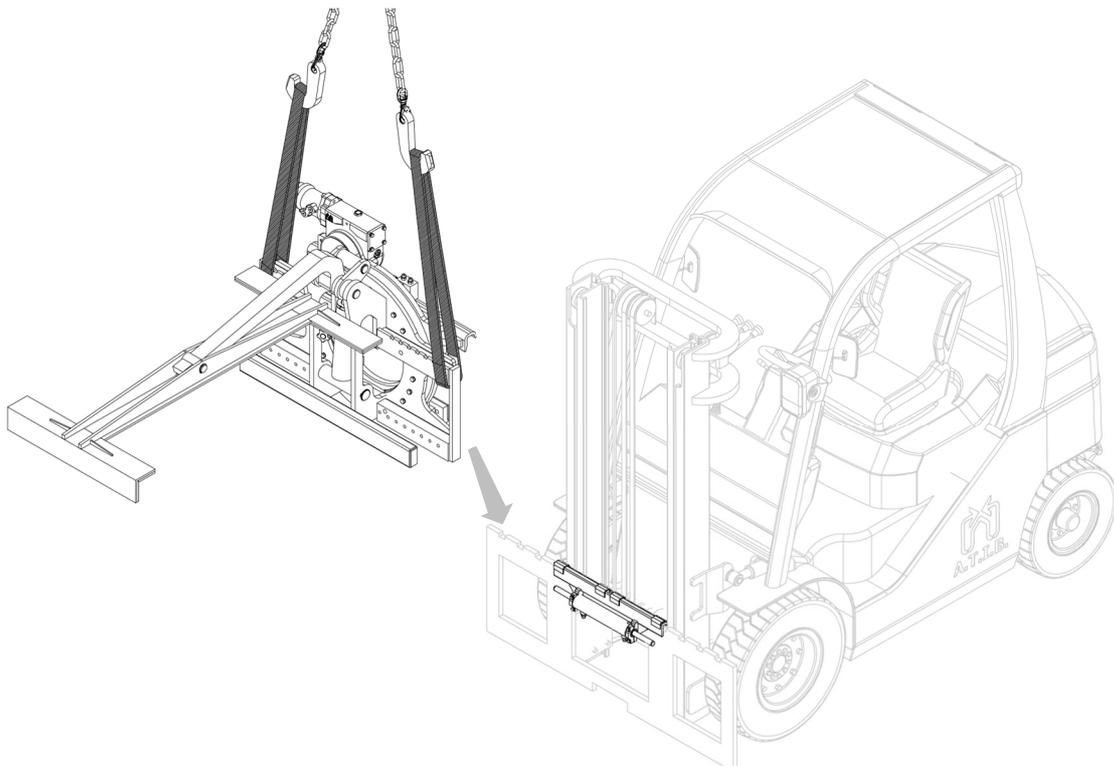

Abbildung 8
7. Positionieren Sie das Gerät mit einem Brückenkran oder Flaschenzug mit ausreichender Tragfähigkeit auf dem Doppelhaken und achten Sie dabei auf die richtige Positionierung (siehe *Abbildung 8*).
4. Heben Sie dann das Gerät mit einem Brückenkran oder Flaschenzug mit ausreichender Tragfähigkeit an und entfernen Sie es vom Gabelstapler (siehe *Abbildung 3 und Abbildung 8* auf Seite 11 und 15).